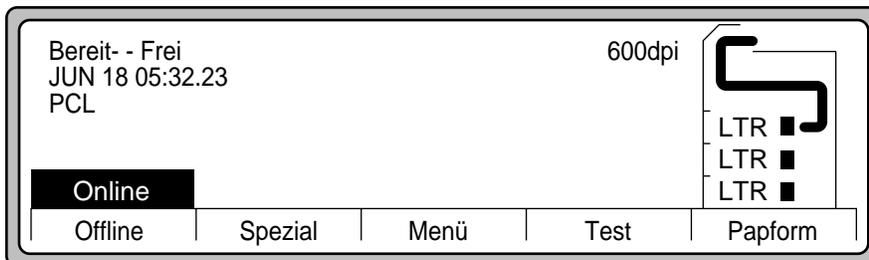

Abbildung A-1 Hauptmenü
1. Drücken Sie die Taste **Menü** im **Hauptmenü**. Siehe Abbildung A-1.